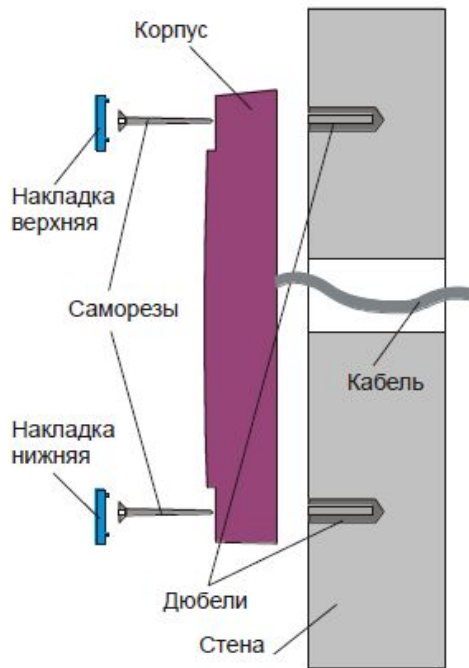

Рис. 2 Монтаж УСК
5.2 Выполнить монтаж устройства в соответствии с Рис. 2. Не рекомендуется устанавливать устройство на металлическую поверхность, так как в этом случае расстояние считывания уменьшается. устройства должны располагаться на расстоянии не менее 50 см друг от друга. При креплении устройства необходимо обеспечить радиус изгиба кабеля у основания считывателя не менее 10 мм. Если установлены декоративные накладки в верхней и нижней частях устройства, то снять их, поддев сбоку тонкой отверткой. Для крепления устройства необходимо просверлить на одной вертикали два отверстия под прилагаемые пластмассовые дюбели. Расстояние между центрами отверстий равно 137 мм. Отверстия должны быть диаметром 6 мм и глубиной 35 мм. Вставить в них прилагаемые дюбели. Подключить устройство к предварительно заложеному кабелю, соединяющему его с контроллером, после чего закрепить корпус считывателя двумя прилагаемыми саморезами. Защелкнуть верхнюю и нижнюю накладки. При необходимости накладки можно дополнительно зафиксировать каплей нитроклея, но в этом случае демонтаж устройства станет сложным.